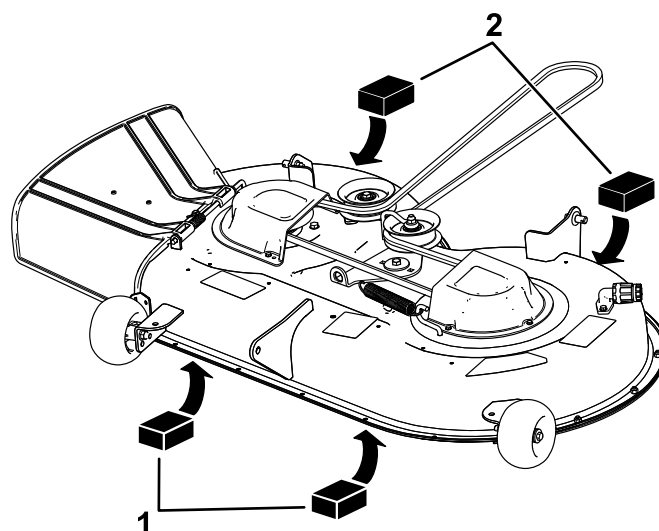

図 68
4. デッキの左右前部に角材厚さ 6.6 cm を入れる。芝削り防止ローラの下には入れないこと 図 68。
5. 刈り込みデッキのスカートの後ろの左右のエッジ部の下にブロック厚さ 7.3 cm をそれぞれ 1 個ずつセットする 図 68。